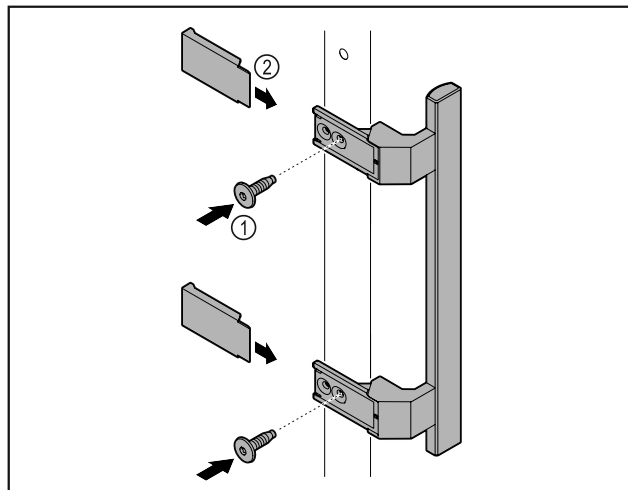

Fig. 2
- ▶ Iz paketa vzemite ročaj in ga privijte na vrata s priloženimi vijaki Fig. 2 (1).
- ▶ Namestite pokrov Fig. 2 (2).